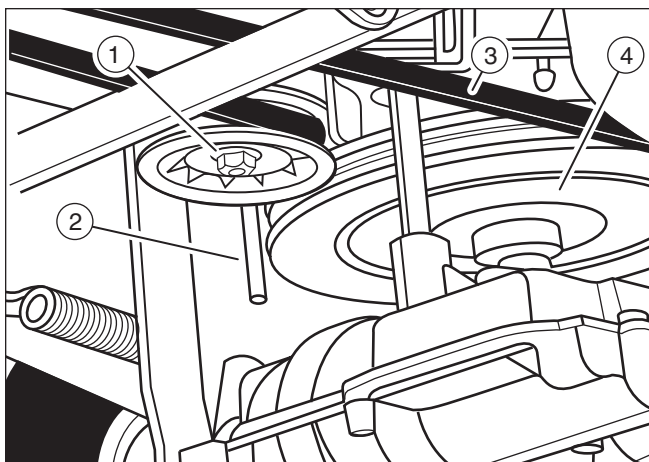
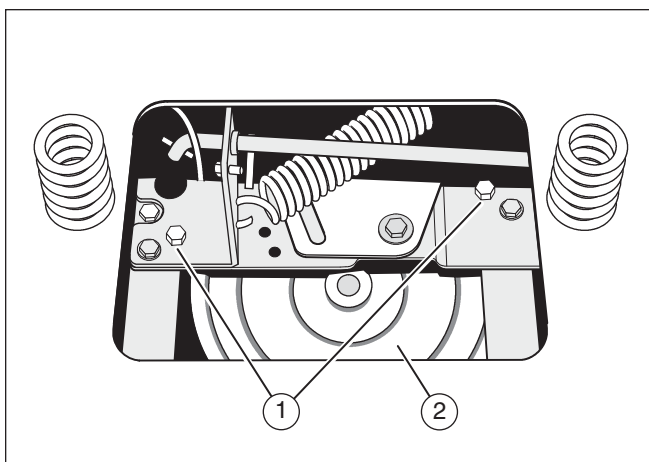

Figure 16
Figure 17
3. Retirer la poulie accessoire (1) (**Figure 16**).
4. Pour accéder aux guides de courroie (1), retirer la batterie et son bac (**Figure 17**). Cf. "Retrait de la batterie".
5. Relâcher les guides de courroie (1) de la poulie motrice (2).
6. Retirer la courroie motrice (3) de la poulie motrice (4) (**Figure 16**).